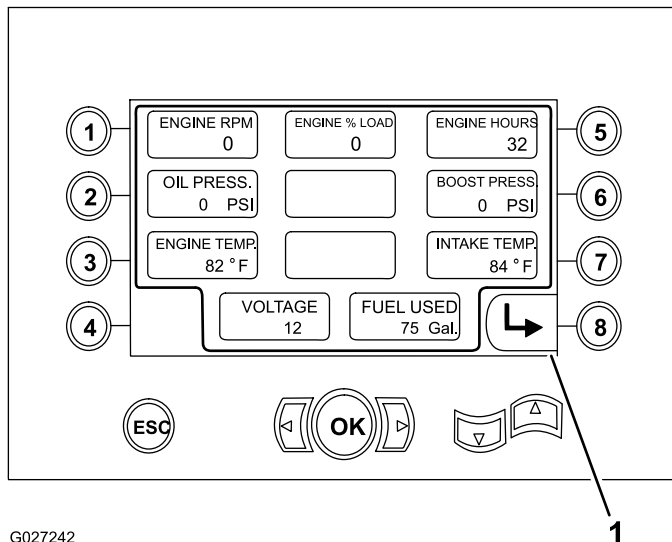

Figura 35
- Velocidad del motor en RPM (Figura 35).
- Porcentaje de carga del motor (Figura 35).
- Horas de uso del motor (Figura 35)
- Presión del aceite y turbo (Figura 35)
- Temperatura de motor, refrigerante y admisión (Figura 35)
- Voltaje (Figura 35)
- Cantidad de combustible usado (Figura 35)